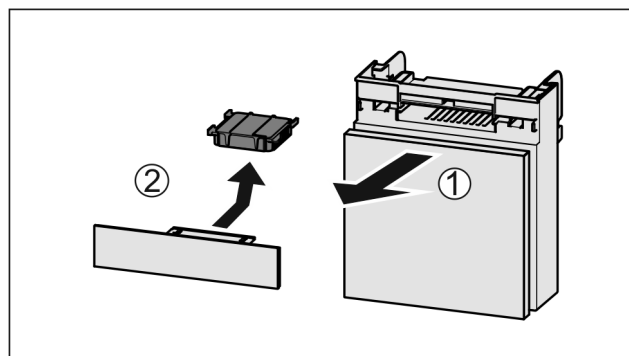

Fig. 161
- Zásuvku vytáhněte dopředu Fig. 161 (1).
- Filtr s aktivním uhlím vyjměte *Fig. 161 (2)*.